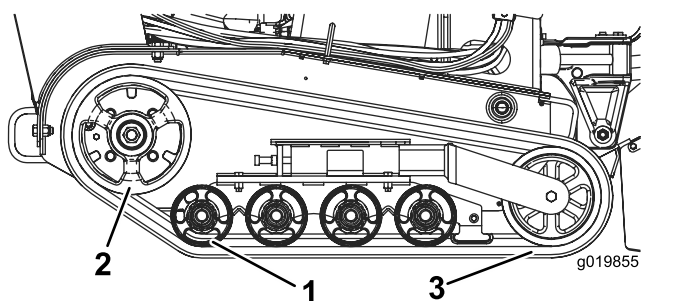

Figure 46
**Important:** Nettoyez soigneusement les galets de roulement et la roue d'entraînement (Figure 46). Les galets de roulement doivent tourner librement lorsqu'ils sont propres.
8. Pour installer une chenille neuve, commencez par l'enrouler autour de la roue d'entraînement, en vérifiant que les crampons s'engagent correctement entre les entretoises sur la couronne (Figure 46).
9. Poussez la chenille sous et entre les galets de roulement arrière et central (Figure 46).